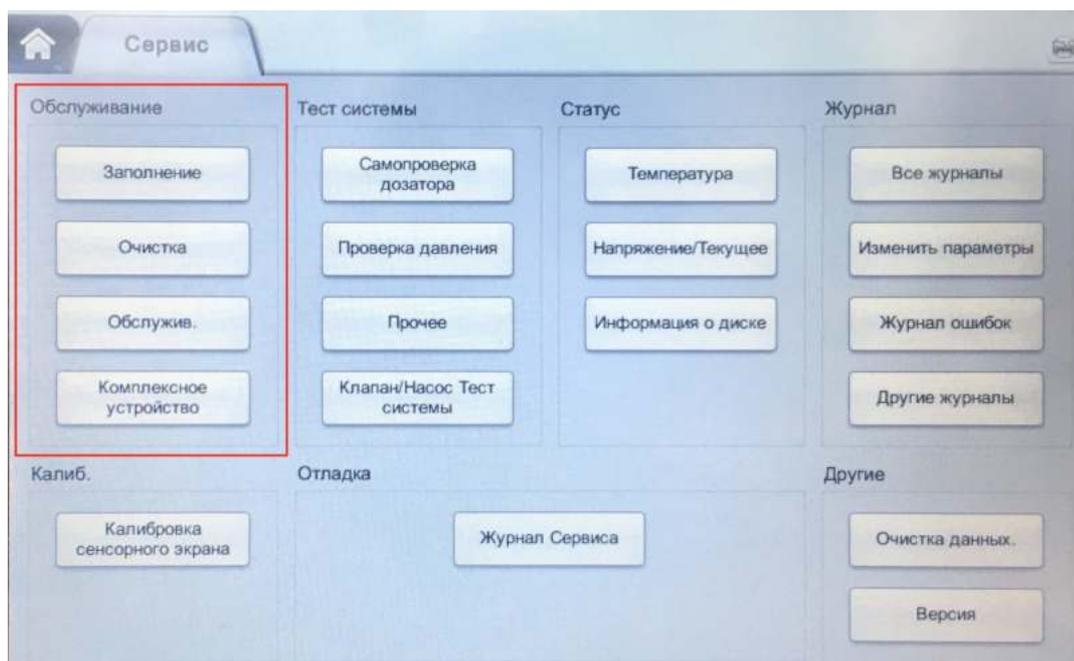

Рис. 6-46 Интерфейс сервиса
2. Выберите кнопку **Сервис** в главном меню для перехода к интерфейсу сервиса, как показано на Рис. 6-46: